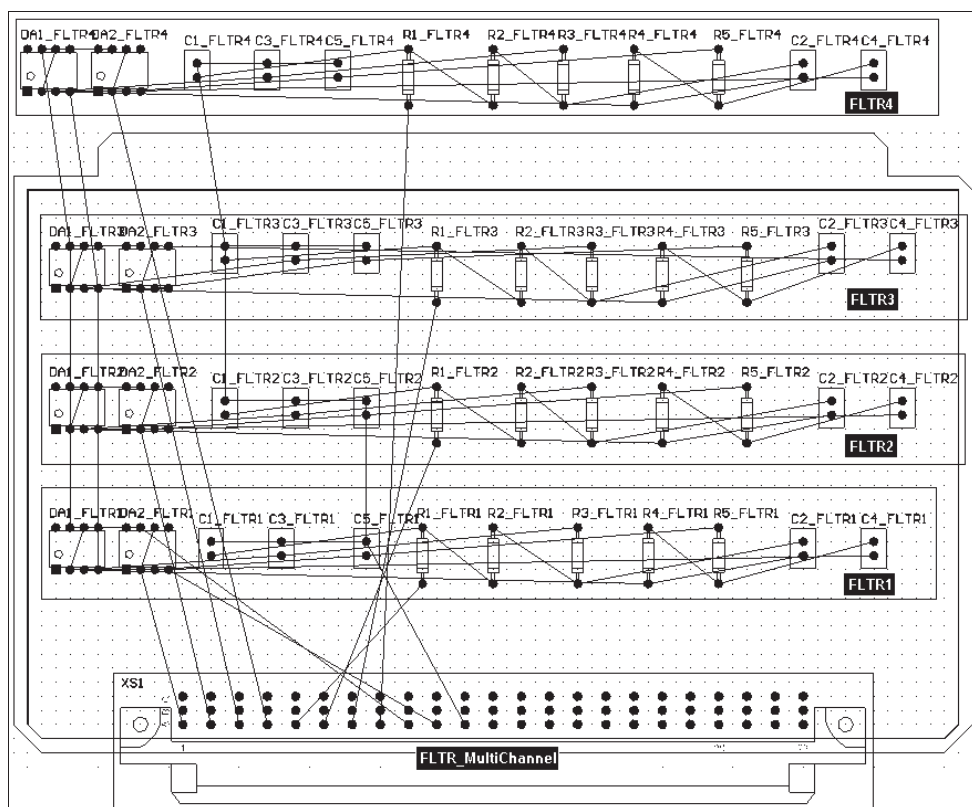

Рис. 6.52. Результат внесения компонентов и связей схемы на плату
1. В открытом документе верхнего листа схемы выполнить команду **Design | Update PCB Document <имя документа печатной платы>**. Откроется диалоговое окно формирования приказа на изменение **Engineering Change Order** (рис. 6.52) — устранения различий между схемным документом и документом пустой пока печатной платы.
- Щелчком на кнопке **Close** закрыть диалоговое окно **Engineering Change Order** — на лист PCB-документа передаются области **Room** с заключенными в их пределы компонентами четырех каналов проекта и внеканальная область с электрическим соединителем XS1, а также все электрические связи проекта. Объекты, попадающие в каждую из таких областей, и цепи, входящие и выходящие из каждого канала, программа группирует в классы, обозначая классы именами и номерами каналов (рис. 6.52).